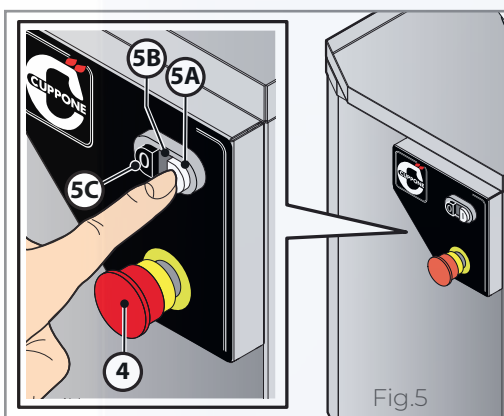

Fig.5
► **Fig.5** Encienda el equipo pulsando el botón I "5A" del panel de mandos; tras pulsarlo, se enciende el **indicador luminoso blanco "5B"** y comienza el movimiento giratorio del cilindro. Para detener el movimiento giratorio, pulse la tecla 0 "5C".